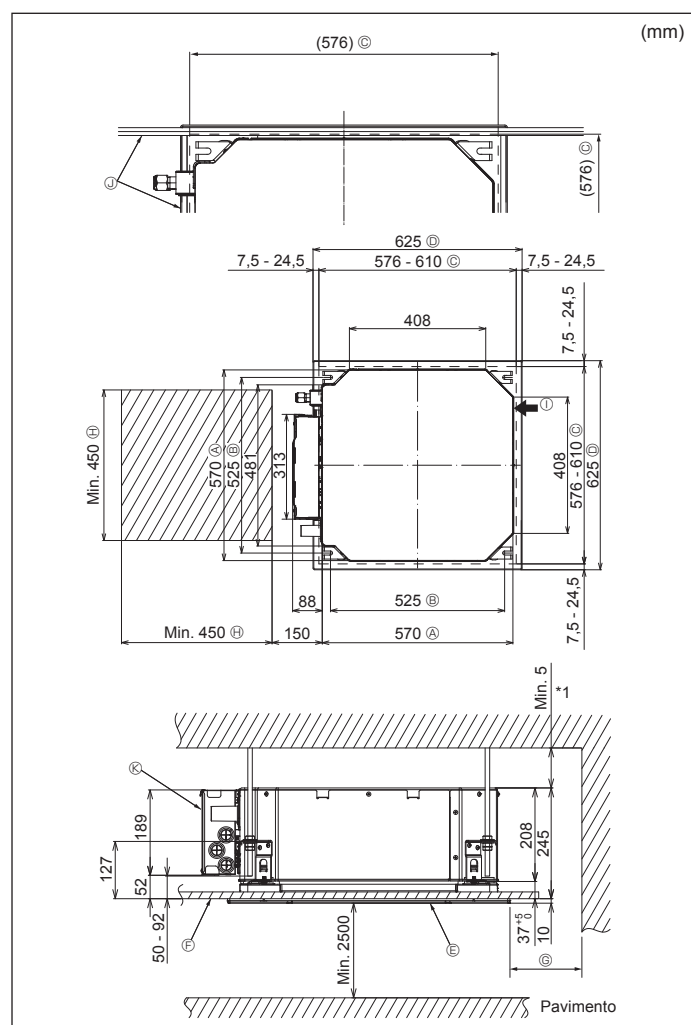

Fig. 4-2
⑤	Manicotto di drenaggio	1
⑥	Isolamento	1
4.2. Posizione delle aperture a soffitto e dei bulloni di sospensione (Fig. 4-2)